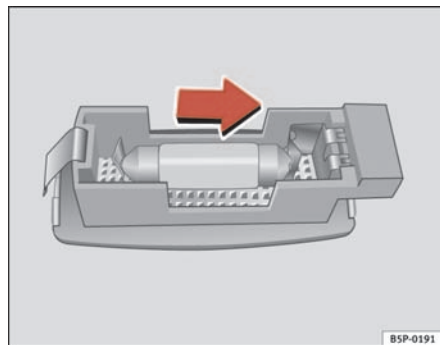

Fig. 199 Smontaggio della luce dell'aletta parasole
- Estrarre con cautela il coprifanale utilizzando il cacciavite dal lato piatto, come indicato nella figura ⇒ fig. 199.
- Rimuovere la lampada, movendola verso l'esterno nel senso della freccia ⇒ fig. 199. ■